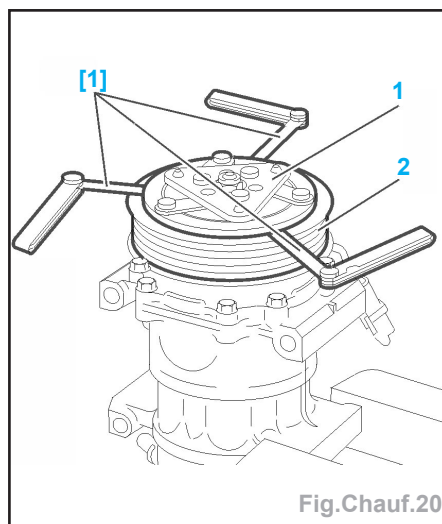

Fig. Chauf.20
- L'entrefer est compris entre (Fig. chauf.20) :
- le plateau entraîneur (1),
- la poulie (2).